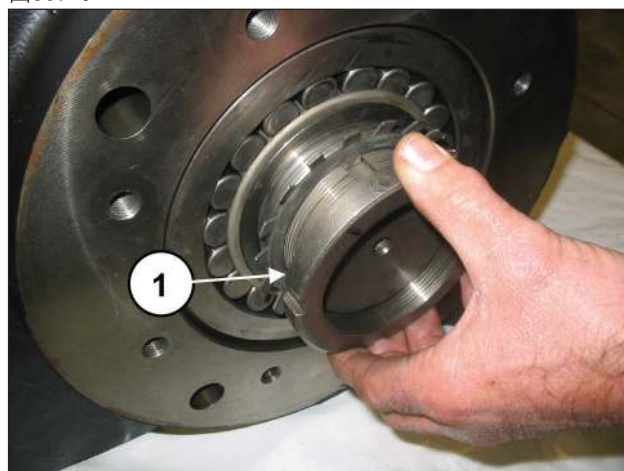
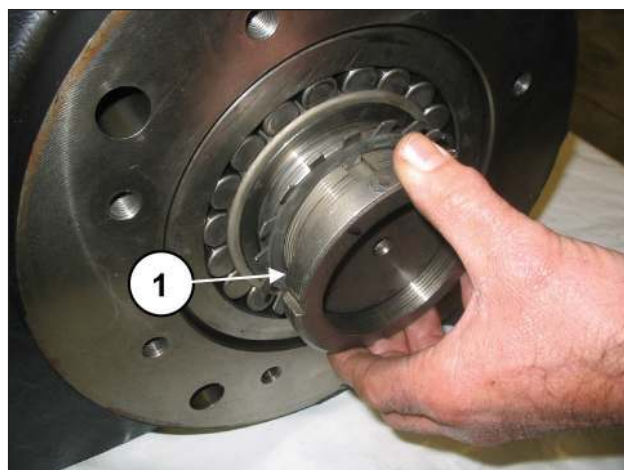
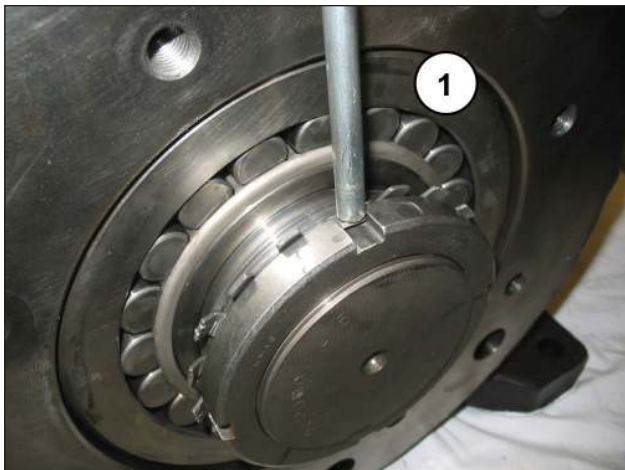

图54
图55
图56
拧紧环形螺母，插入安全垫圈 (①, 图54) 并将环形螺母重新拧紧到底 (①, 图55)，然后弯曲垫圈的锁定键 (①, 图56)。